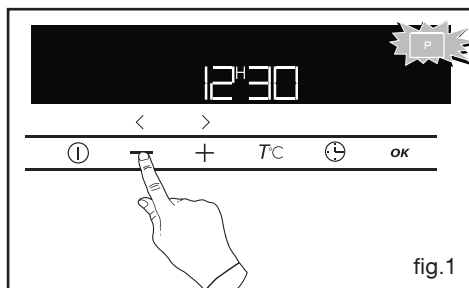

fig.1
Puis appuyez une fois sur la touche - pour obtenir le symbole "P" clignotant dans l'afficheur (fig.1).
- Appuyez 1 fois sur la touche \ominus pour faire clignoter l'indicateur de fin de cuisson (fig 1).